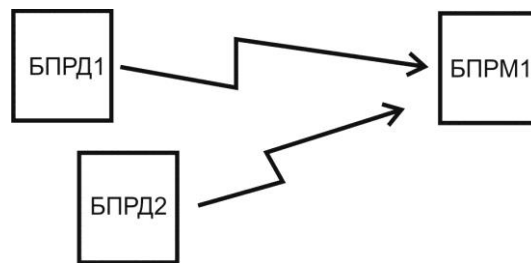

Рис. 6.7
**6.3.4.2** Антенна А БПРД, под управлением модулятора М, излучает в направлении антенны А БПРМ радиоимпульсы (см. рис. 6.6). Радиоимпульсы с выхода антенны А (БПРМ) поступают на детектор D, с выхода которого – на узел синхронизации УС. УС определяет их положение во времени и пропускает в узкие «временные ворота» для обработки и принятия решений. Идентификация «собственного» БПРД1 (рис.6.7) при «засветке чужим», рядом установленным, БПРД2 достигается выбором разных частотных литер БПРД1 и БПРД2, см п. 6.3.2.2.